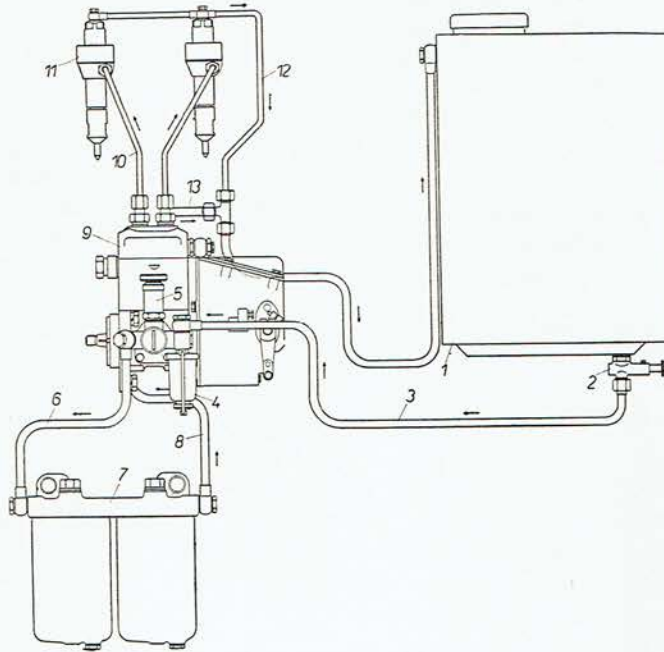

Abb. 20
Aus dem Kraftstoffbehälter (Abb. 20, 21/1) wird der Kraftstoff über den Absperrhahn (2) durch die Rohrleitung (3) über die Filtereinlage (4) zur Förderpumpe (5) geleitet. Von hier wird der Kraftstoff durch das Zuleitungsrohr (6) über den Doppelfilter (7) und durch das Ableitungsrohr (8) in die Einspritzpumpe (9) gefördert. Aus der Einspritzpumpe wird der Kraftstoff durch die Einspritzrohre (10) in die Einspritzventile (11) gepresst. Überschüssiger Kraftstoff wird von den Einspritzventilen durch die Abflussleitung (12) und aus der Einspritzpumpe durch das Ableitungsrohr (13) zurück in den Behälter geleitet.
3. Das Kraftstoff-Zuleitungsrohr (Abb. 20/3) vom Behälter zur Förderpumpe ist abzulösen.
4. Das Rohr (Abb. 20/6) von der Förderpumpe zum Doppelfilter und das Zuleitungsrohr vom Doppelfilter zur Pumpe sind zu lösen.